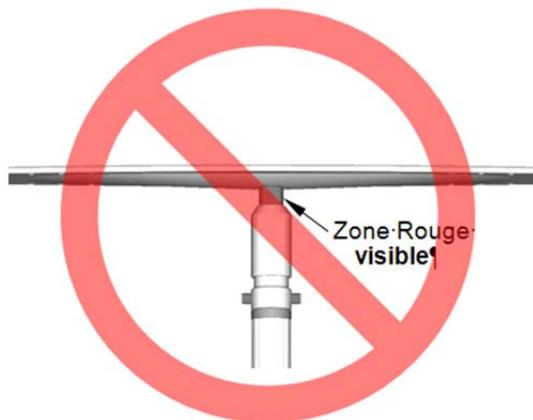
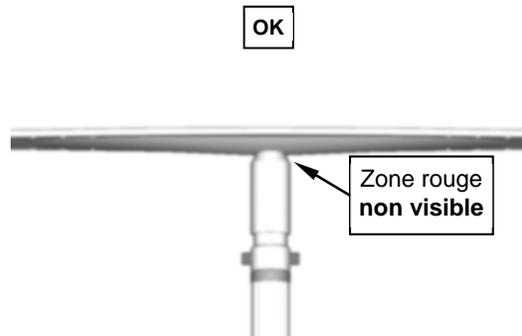

Figure 18
Figure 19
16. Une fois que la bulle est au centre du niveau avec clip, continuez de serrer jusqu'à ce que la zone rouge du haut du poteau ne soit plus visible (voir la Figure 18 et la Figure 19).